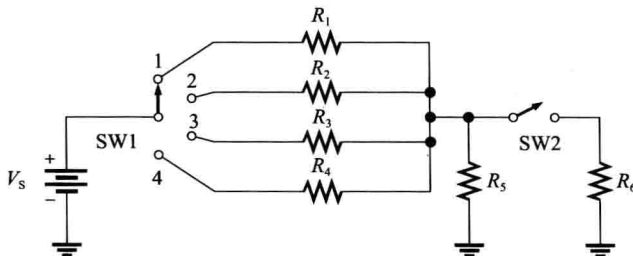

图 2-71 习题 40、41、42 图
40. 在图 2-71 中, 不管开关位置如何, 哪个电阻器中始终有电流?
41. 在图 2-71 中, 要测量流过每个电阻器及电池的电流, 说明电流表的正确接法。
42. 在图 2-71 中, 要测量每个电阻器两端的电压, 说明电压表的正确接法。